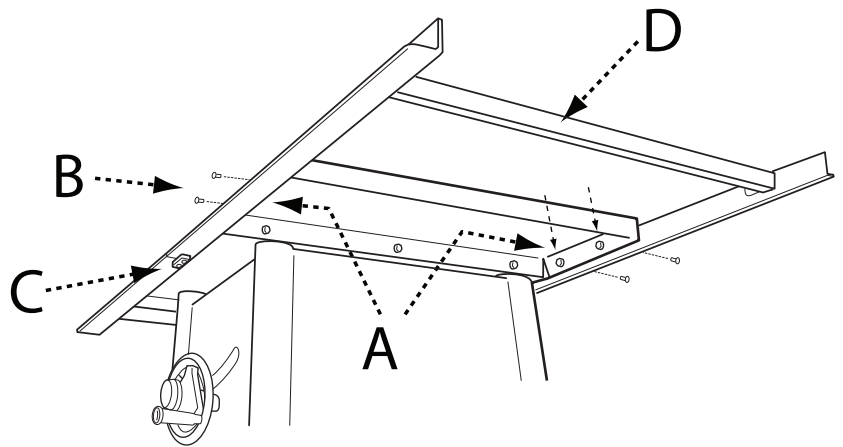
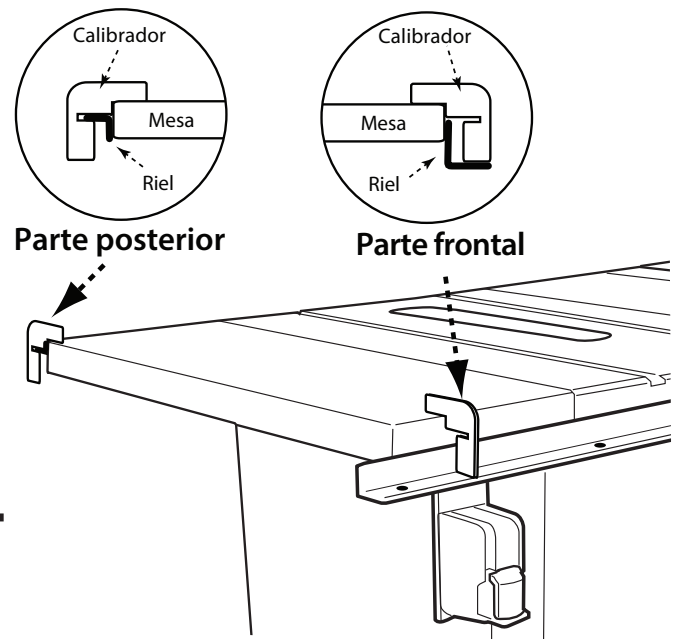

FIGURA 5
FIGURA 6
1. Sujete las mitades del riel frontal (ángulos de 2" X 2" de 36 3/4" y 20" de largo) al frente de la mesa y las alas de extensión. Alinee los orificios (A) en el frente de la parte superior de la mesa con los orificios (B) en la sección izquierda (corta) y derecha (larga) del riel frontal, como se muestra en la Figura 5, y sujételo usando cuatro tornillos de cabeza plana de 5/16 x 1 1/8 pulgadas, arandelas de seguridad 5/16 y tuercas de brida hexagonal de 5/16-18 x 7/8".
2. Sujete la placa de unión del riel (C) usando dos pernos de tope M5 x 16 y tuerca autoblocante M5 en los dos orificios donde se unen las secciones del riel.
3. Use el calibrador de alineación del riel proporcionado para asegurar que los rieles estén a la distancia correcta de la parte superior de la mesa. Vea la Figura 6. Los rieles frontales tienen orificios en ambas superficies del riel para sujetarlos a la mesa y al tope guía.
5. Sujete la barra separadora (D) al extremo exterior de los rieles frontal y posterior usando pernos de tope M8 x 16 y tuercas autoblocantes M8. Vea la Figura 5.